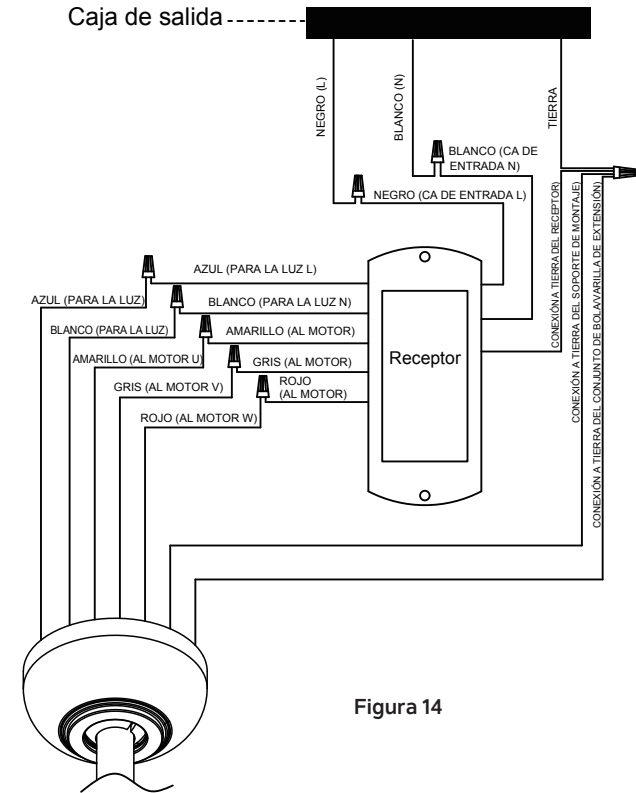

Figura 14
Paso 1. Conecte el cable AZUL (PARA LA LUZ) del ventilador al cable AZUL marcado “PARA LA LUZ L” del receptor. **(Figura 14)**
Paso 2. Conecte el cable BLANCO (PARA LA LUZ) del ventilador al cable BLANCO marcado “PARA LA LUZ N” del receptor. **(Figura 14)**
Paso 3. Conecte el cable AMARILLO (AL MOTOR U) del ventilador al cable AMARILLO marcado “AL MOTOR” del receptor. **(Figura 14)**
Paso 4. Conecte el cable GRIS (AL MOTOR V) del ventilador al cable GRIS marcado “AL MOTOR” del receptor **(Figura 14)**
Paso 5. Conecte el cable ROJO (AL MOTOR W) del ventilador al cable ROJO marcado “AL MOTOR” del receptor. **(Figura 14)**
Paso 6. Conecte el cable NEGRO (L) SE SUMINISTRO de la caja de salida al cable NEGRO marcado “CA EN L” del receptor. **(Figura 14)**
Paso 7. Conecte el cable BLANCO (N) neutro de la caja de salida al cable BLANCO marcado “CA DE ENTRADA N” del receptor. **(Figura 14)**
Paso 8. Conecte los cables de CONEXIÓN A TIERRA (VERDE) del soporte de montaje, la bola de suspensión y el receptor a la CONEXIÓN A TIERRA (VERDE) o el CABLE DESNUDO (COBRE) de la casa. **(Figura 14)**